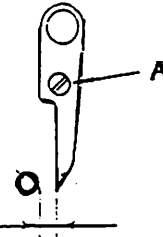

FIG 9
11).SETTING OF NEEDLE GUARD (FIG.9)